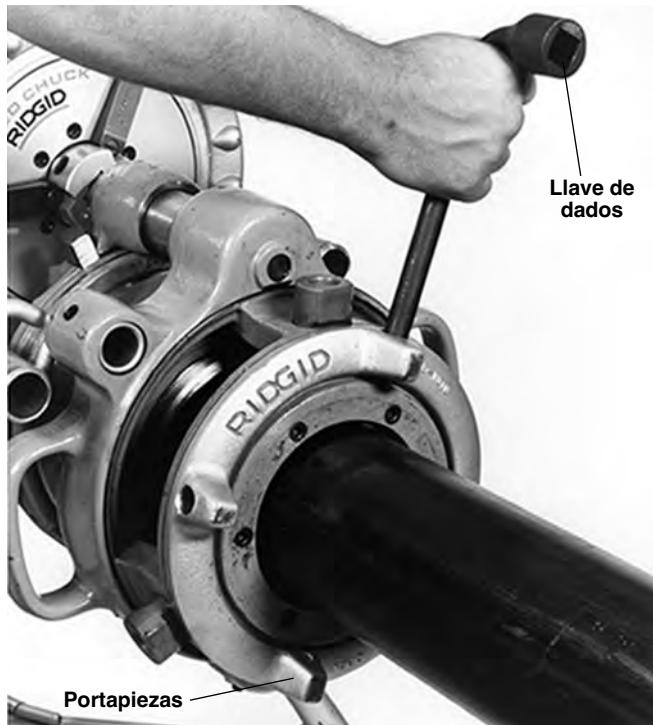

Figura 20 – Cómo apretar el portapiezas
4. Cuidadosamente introduzca y centre el extremo del tubo en la garganta de las terrajas y gire el portaherramientas para apretar las mordazas alrededor del tubo. Se puede introducir el extremo de una llave de dados en los agujeros de la placa para apretar las mordazas. No golpee la placa para apretar las mordazas, ya que esto la puede dañar. Use la llave de dados para apretar el tornillo de retención en la mordaza. Asegure que la roscadora a engranajes esté bien conectada al tubo, en forma estable y bien alineada (*Figura 20*).